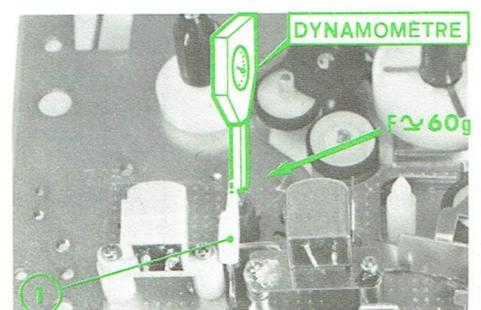

Fig. 8
C. CONTROLE DE LA FORCE ASSURANT LE FONCTIONNEMENT DE L'ARRÊT AUTOMATIQUE (Fig. 8)
- Appliquer le palpeur d'un dynamomètre sur l'index de commande (1) et appuyer jusqu'au déclenchement du mécanisme.